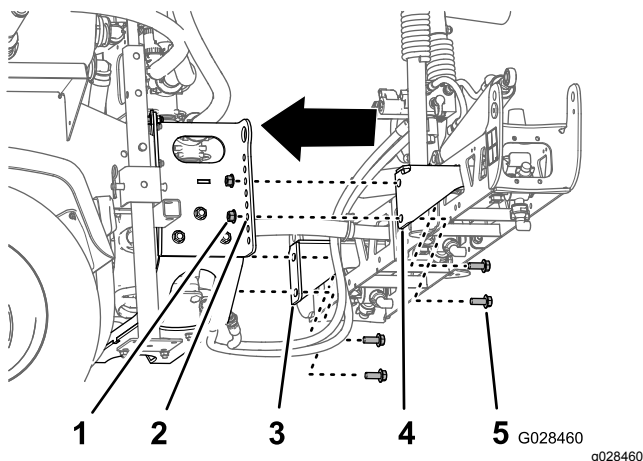

Figure 39
2. Placez le trou inférieur des supports de section de la rampe centrale en face du troisième trou en partant du bas des supports de rampe sur le cadre du patin du pulvérisateur, comme montré à la Figure 39.